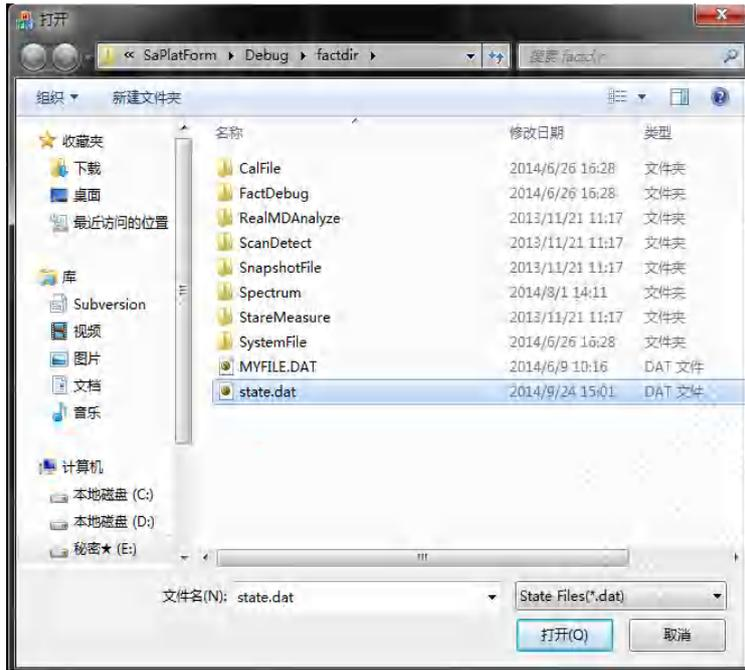

图 3.20 文件调用界面
- 按下软菜单[调用状态文件]。弹出文件打开对话框，选择需要调用文件，点击打开即可，如图 3.20 所示。